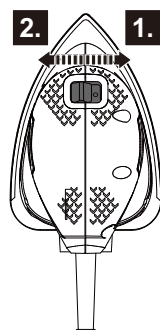

Fig. 4
- > Deslize o interruptor de ligado/desligado (1) para a direita (desde a perspectiva do utilizador) para ligar o produto (mostra o símbolo "I")(Fig. 4).
- > Deslize o interruptor de ligado/desligado (4) para trás (desde a perspectiva do utilizador) para desligar o produto (mostra o símbolo "O")(Fig. 4).